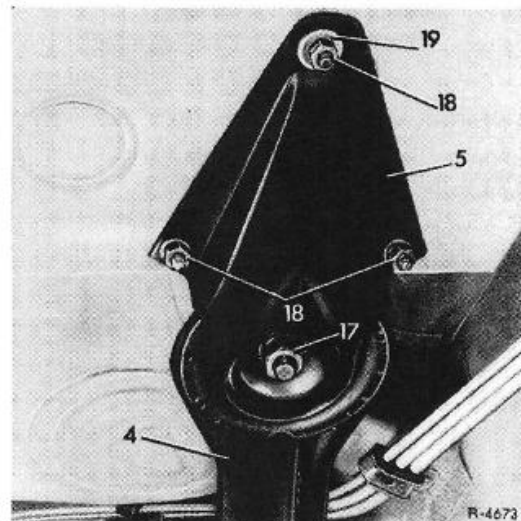

Bild 35-3/2
4 Sechskantschraube (2) auf beiden Seiten herausschrauben, Schubstrebe abnehmen und bei Wagen mit Stahlfederung Abstandringe (5) entfernen (Bild 35-3/3 und 4).